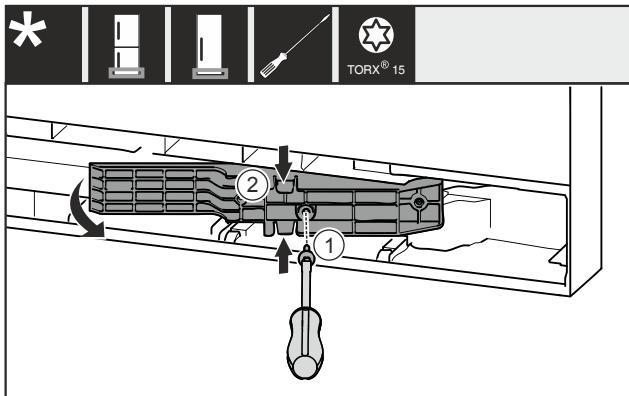

Fig. 20 \*
- ▶ 移除螺栓 Fig. 20 (1)。\*
- ▶ 将上方和下方适配件 Fig. 20 (2)轻轻挤压在一起，然后向前拉出。\*